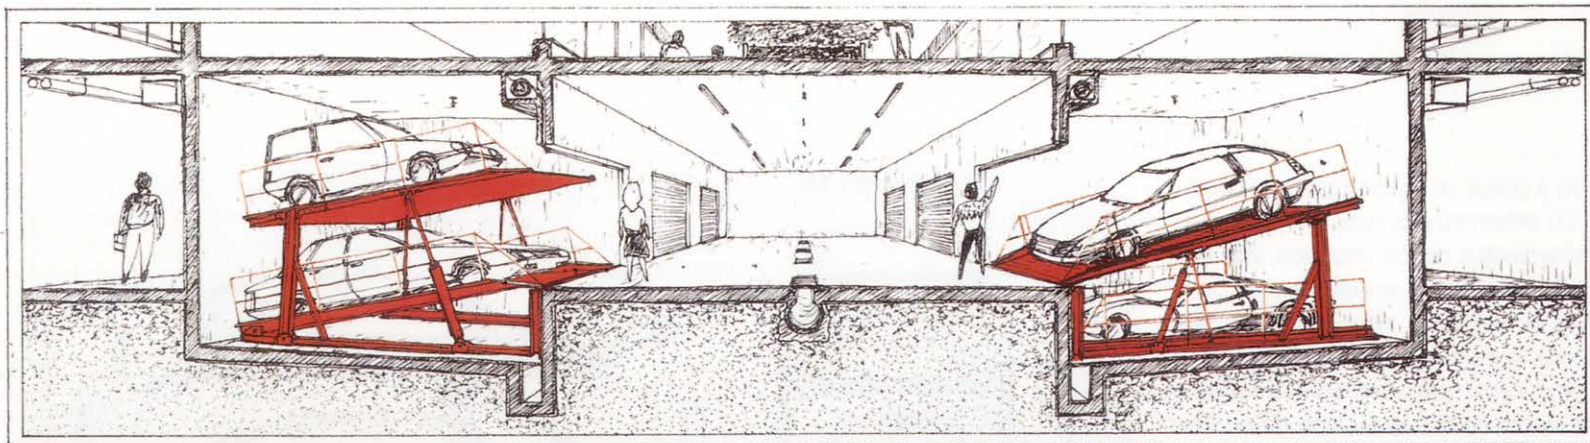

Fig. 4 **Apilable doble independiente**
- ahorrar en el número de forjados y, en su caso, de la excavación, puesto que es posible atender fácilmente dos y tres vehículos por dársena (fig. 4 y 5);